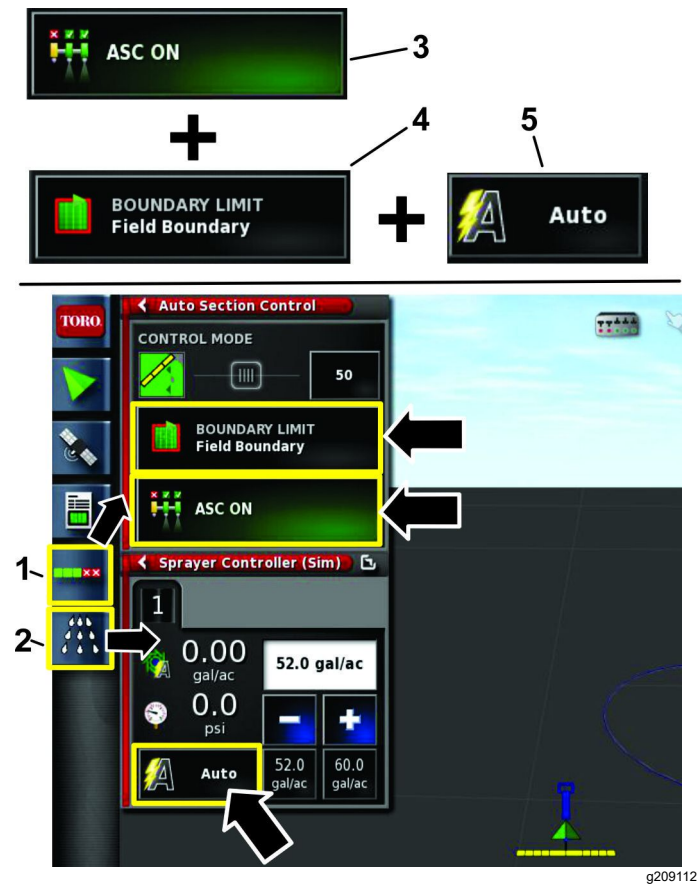

图 111
1. 按自动喷洒臂段控制配置图标ASC 图标和打药车控制器图标打开这些屏幕图 111。
2. 按 ASC 图标的开启位置将边界限制设置到场地边界位置然后将喷洒率控制设置到自动位置图 111。